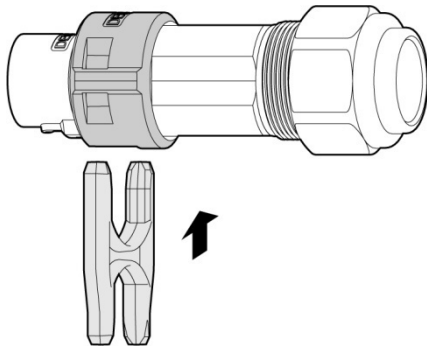

Figura3-24 Separe o terminal da fiação do conector CA do corpo do conector CA
- Etapa 2 Separe o terminal da fiação do conector CA do corpo do conector CA através da ferramenta de instalação do conector CA fornecida, como exibido na Figura3-24.